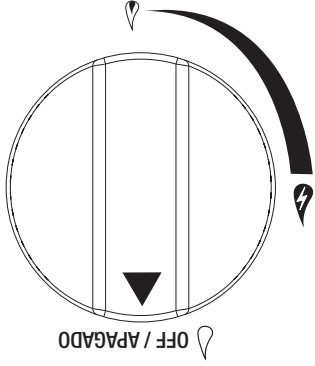

Figura 3
- Asegúrese de que las perillas de control están en la posición “⚠ APAGADO”. Vea la Figura 3.
2. La perilla de control tiene que estar en la posición "APAGADO". Vea la Figura 3.
1. La perilla de control tiene que estar en la posición "APAGADO". Vea la Figura 3.